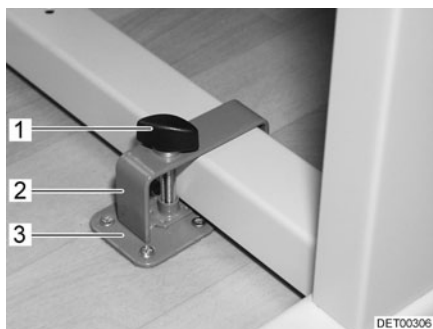
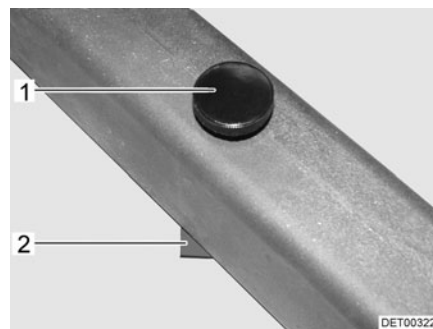

Fig. 50 Bloqueo mesa abatible con estribo
Fig. 51 Bloqueo mesa abatible sin estribo
- Colocar la mesa abatible junto a la sujeción (Fig. 50,3) o sobre la sujeción (Fig. 51,2).
- Colocar el estribo (Fig. 50,2) con el tornillo de sujeción (Fig. 50,1) sobre la pata de la mesa.
- Desplazar el estribo y de ser necesario la mesa abatible de tal manera que el tornillo de sujeción (Fig. 50,1 ó Fig. 51,1) pueda atornillarse en la sujeción (Fig. 50,3 ó Fig. 51,2).